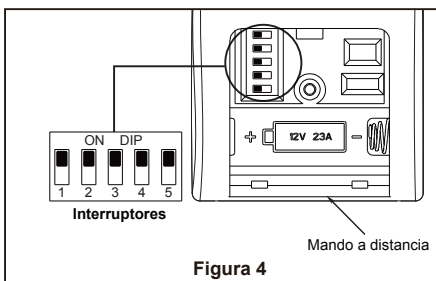

Figura 4
4. Enrosque el soporte de la varilla y alinee los orificios de la clavija de horquilla en ambas piezas. Instale la clavija de horquilla y asegúrela con la pinza de horquilla. Fije los dos tornillos de presión y las tuercas de seguridad en el soporte de la varilla interior. (Figura 4)
2. Levante cuidadosamente el ventilador y coloque el ensamble de la bola para colgar/varilla en la abrazadera para colgar que acaba de fijar a la caja de salida. Asegúrese de que la ranura de la bola esté alineada con la lengüeta de la abrazadera para colgar. (Figura 4)
3. Conecte los conductores verdes de la abrazadera para colgar, bola para colgar y conductor verde del suministro (puesta a tierra) con el conector de cables. Conecte el conductor negro de la unidad receptora marcado "AC IN L" al conductor negro de alimentación con el conector de cables. Conecte el conductor blanco de la unidad receptora marcado "AC IN N" al conductor blanco de alimentación con el conector de cables. Conecte el conductor blanco de la unidad receptora marcado "TO MOTOR N" al conductor blanco del ventilador con el conector de cables incluido con la unidad receptora. Conecte el conductor negro de la unidad receptora marcado "TO MOTOR L" al conductor negro del ventilador con el conector de cables que se adjunta con la unidad receptora. (Figura 4)
4. Para configurar el código del mando a distancia a las mismas posiciones que en el receptor. Mueva los interruptores de código hasta colocar el código de selección en la posición arriba o abajo. Con un destornillador pequeño o con una lapicera (no se incluye) deslice firmemente hacia arriba o hacia abajo. (Figura 4)